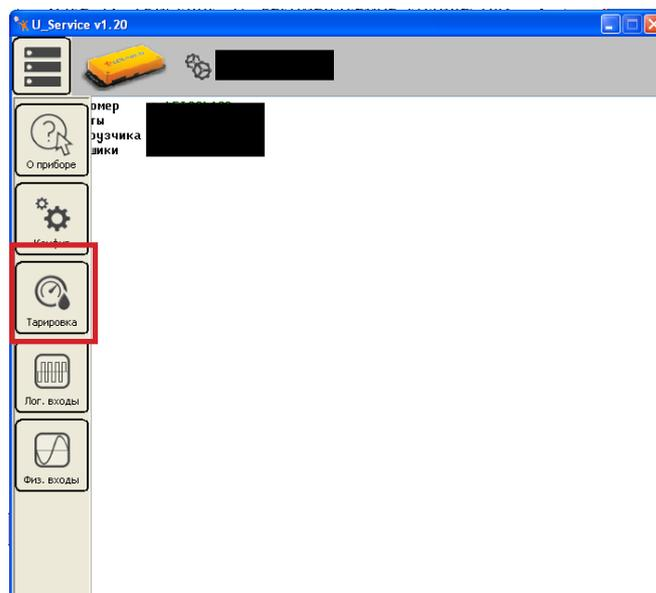

Рисунок 14 - Тарировка
- 4) Запустить ПО U\_Service и выбрать вкладку «Тарировка» (Рисунок 14).